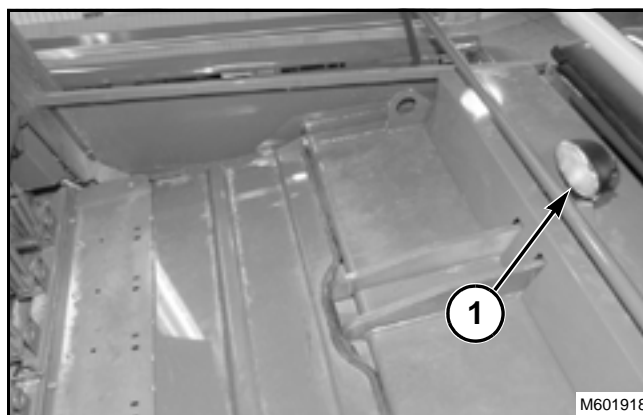

FIG. 19
FIG. 19: Un espejo retrovisor en el tractor ayudará a ver los indicadores de vigilancia. Una luz de trabajo (1) ilumina los indicadores de vigilancia por la noche.